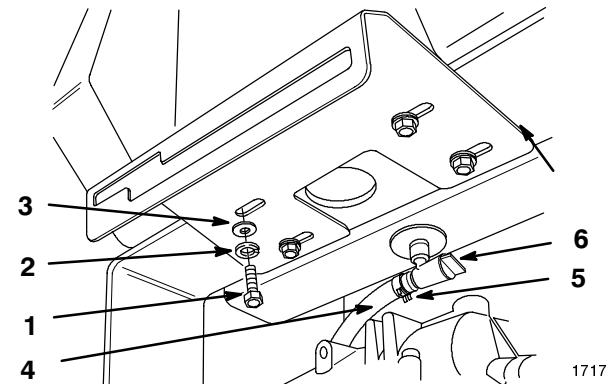

Figure 2
- Fixer le panneau de commande et le réservoir d'essence à la traverse arrière au moyen des 4 boulons de 22,5 mm (7/8") avec leurs rondelles et rondelles de blocage (Fig. 2).
- Glisser le collier de serrage sur le flexible d'alimentation (Fig. 2). Enfoncer le flexible d'alimentation sur le raccord du réservoir et l'attacher au moyen du collier de serrage (Fig. 2).